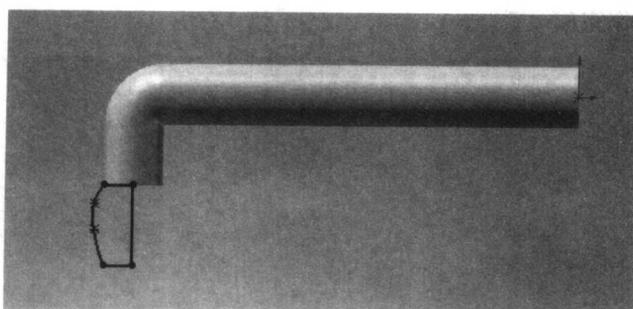

图1-25 绘制的草图
(5) 选择“上视基准面”，然后将视图设置为“正视于”视图，使用“直线”工具()和“样条曲线”工具()绘制草图，如图1-25所示。